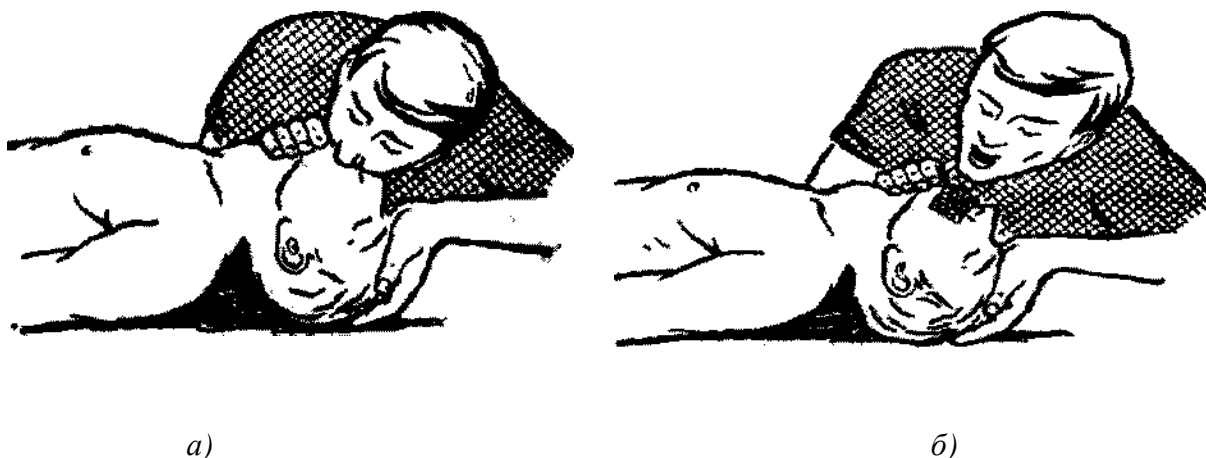

Рисунок 4
*Выполнение искусственного дыхания.* По окончании подготовительных операций оказывающий помощь делает глубокий вдох и затем с силой выдыхает воздух в рот пострадавшего. При этом он должен охватить своим ртом весь рот пострадавшего, а пальцами зажать ему нос (рис. 4, а). Затем оказывающий, помощь откидывается назад, освобождая рот и нос пострадавшего, и делает новый вдох. В этот период грудная клетка пострадавшего опускается и происходит пассивный выдох (рис. 4, б).